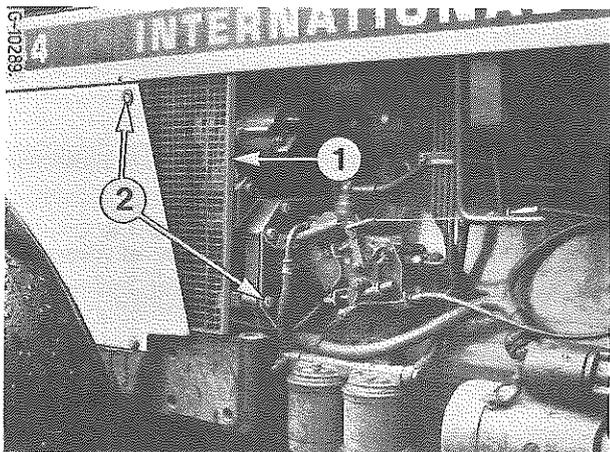

Figure 80
Les grilles de protection (1) Fig. 80 doivent être déposées lors de certaines opérations d'entretien. Pour ce faire, otez les vis de fixation (2).